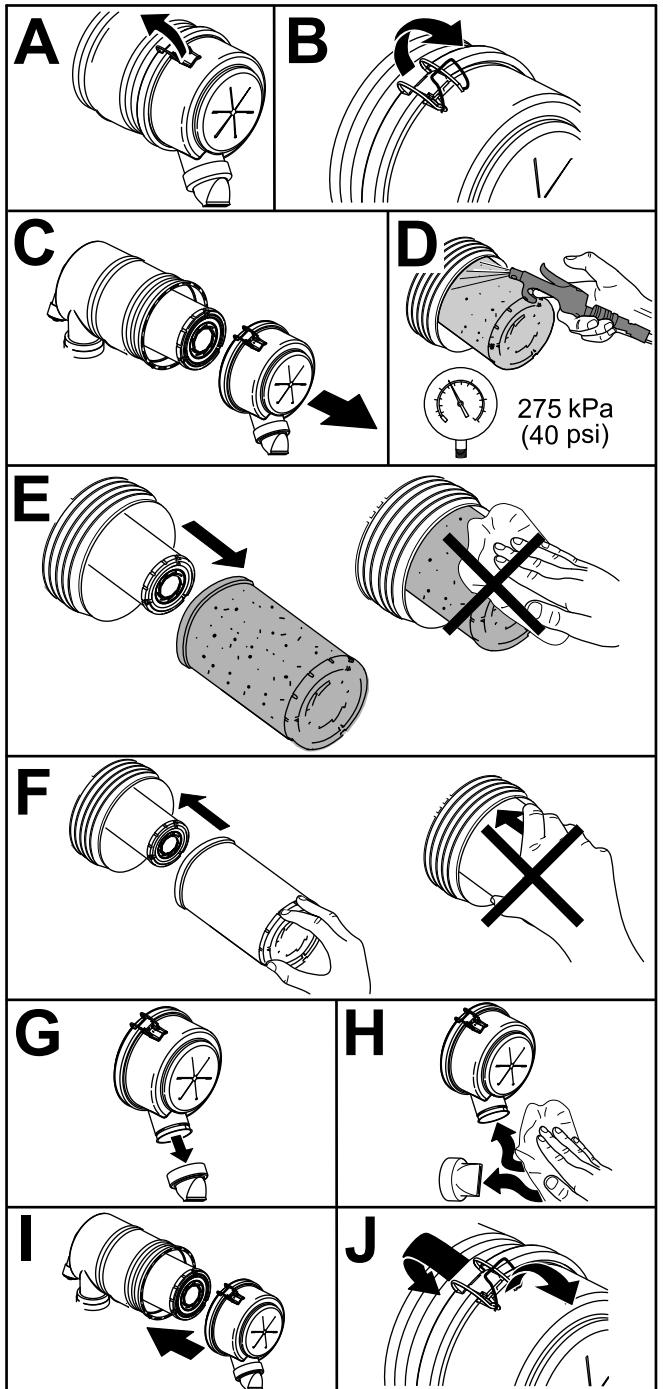

Figura 56
1. Înlocui elementul filtrului de aer (Figura 56).